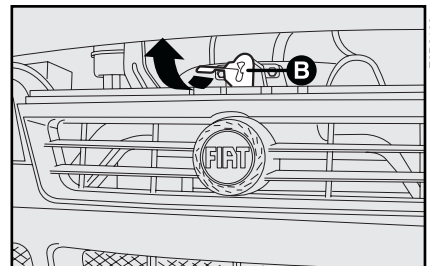

fig. 134
- Sollevare anteriormente il cofano motore alzando la levetta **B**-fig. 134.